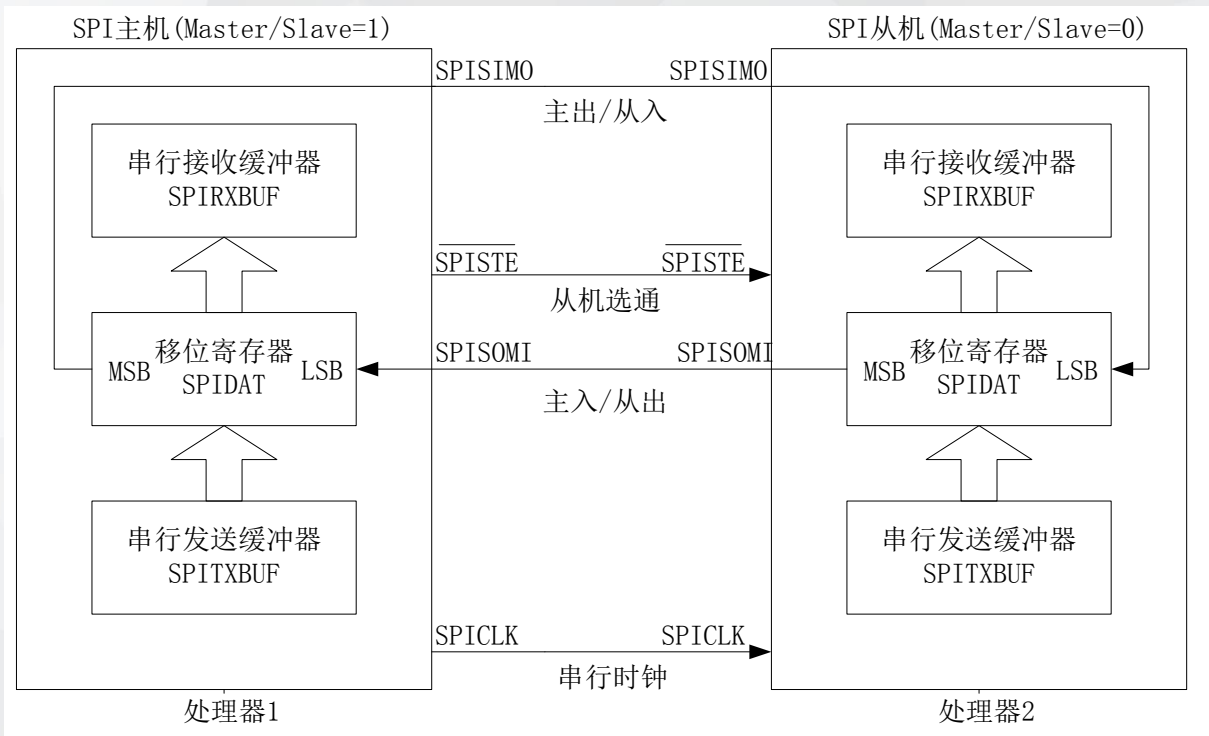

图16-6 SPI主/从模式连接图
图16-6所示的是典型的SPI主/从模式的连接图，系统中有两个处理器，处理器1的SPI工作于主机模式，而处理器2的SPI工作于从机模式。SPI工作控制寄存器SPICTL的MASTER/SLAVE位决定了SPI工作于何种模式，当MASTER/SLAVE=1时，SPI工作于主机模式，而当MASTER/SLAVE=0时，SPI工作于从机模式。从图上也可以看到，时钟信号SPICLK是由主机提供给从机的，主机和从机在SPICLK的协调下同步进行数据的发送或者接收，数据在时钟脉冲信号的上升沿或者下降沿进行发送或者读取。当然，主机和从机之间进行通信的前提是从机片选信号 $\overline{\text{SPISTE}}$ 为低电平，将SPI从机选中，也就是将处理器2选中。主机和从机之间可以同时实现数据的发送和接收，也就是说可以工作于全双工模式。下面将分别详细探讨SPI工作于主机模式和从机模式时的特点。为了能够突出知识点，将采用问答的方式来表达，希望能够帮助对这部分内容的理解。
(1)问：如何设置SPI成为主机，就像图16-6中的处理器1？
答：主机通过SPISIMO引脚来发送数据，而通过SPISOMI引脚输入数据。如图16-6所示，当数据写到移位寄存器SPIDAT或者写到串行发送缓冲器SPITXBUF的时候，就会启动SPISIMO引脚开始发送数据，首先发送的是SPIDAT的最高位，接着将剩余的数据左移1位，然后将接收到得数据通过SPISOMI引脚移入SPIDAT的最低有效位。如此重复，当SPIDAT中所要发送的数据都发送出去之后，SPIDAT中接收到得数据被写到SPI的接收缓冲器SPIRXBUF中，等待CPU来读取。从上面的描述，不难理解，为了保证首先发送的是最高位，则发送缓冲器SPITXBUF和移位寄存器SPIDAT中的数据是左对齐的，而由于每次接收到得数据始终是写在最低位，所以接收缓冲寄存器SPIRXBUF中的数据是右对齐的。SPIRXBUF、SPITXBUF、SPIDAT这三个数据寄存器都是16位的。
(1)问：如何设置SPI成为从机，就像图16-6中的处理器2？